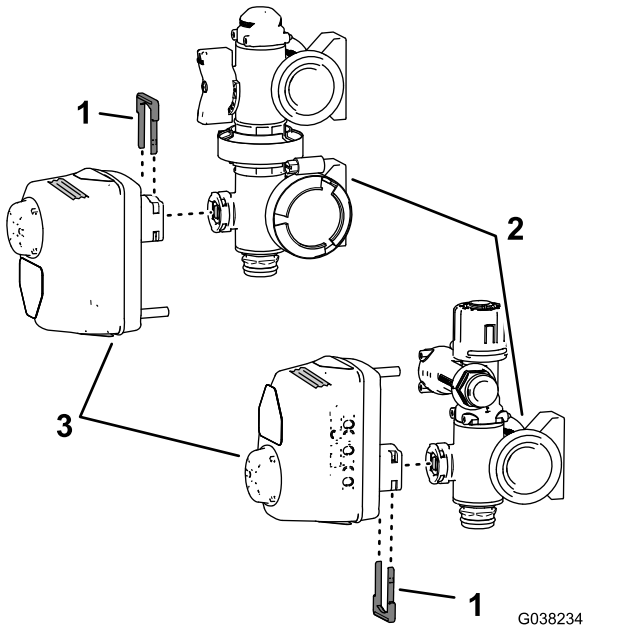

Figure 52
- Retirez l'étrier qui fixe l'actionneur à la vanne du collecteur et séparez l'actionneur de la vanne (Figure 52).